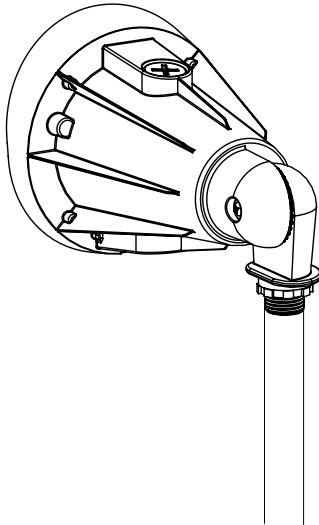

Fig. 11
1. Tighten the fixture to the pole, as shown in Figure 11.
1. Serrez le projecteur sur le poteau, comme indiqué dans la figure 11.